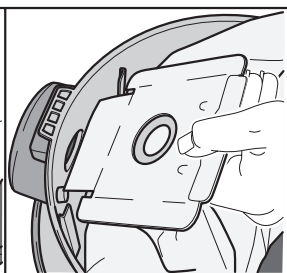

Fig. 2
- Sicherstellen, dass der Papierbeutel (3 Abb. 2) im Geräteinnern montiert ist.
- Sollte kein Papierbeutel (3 Abb. 2) vorhanden sein, diesen montieren, indem die quadratische feste Seite aus Pappe in den dafür vorgesehenen Sitz am Behälter eingesetzt wird.